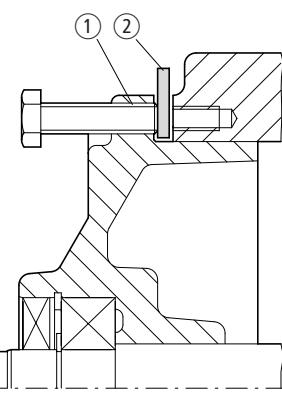

Abbildung 7: Lagerschild aus der Gehäusezentrierung drücken
Zum Schutz der Gewindebohrungen im Gehäuse schieben Sie einen Blechstreifen (→ Legende ② in Abb. 7) unter die Abdrückschrauben, sobald das Lagerschild von den Gehäusenocken abgehoben ist. Bei BG 80 bis 225 werden hierbei beide Wälzlagerringe AS (1.10) und GS (2.09) beschädigt und sind durch neue Lager zu ersetzen.
- Mit Hilfe der Abdrückgewindelöcher ① in den Lagerschildnocken (in der Regel eine Gewindestufe größer als das Befestigungsgewinde) drücken Sie den Lagerschild einschließlich Läufer aus der Gehäusezentrierung (→ Abb. 7).
- Mit Hilfe der Abdrückgewindelöcher in den Lagerschildnocken drücken Sie den Lagerschild GS (2.02) aus der Gehäusezentrierung (→ Abb. 7).